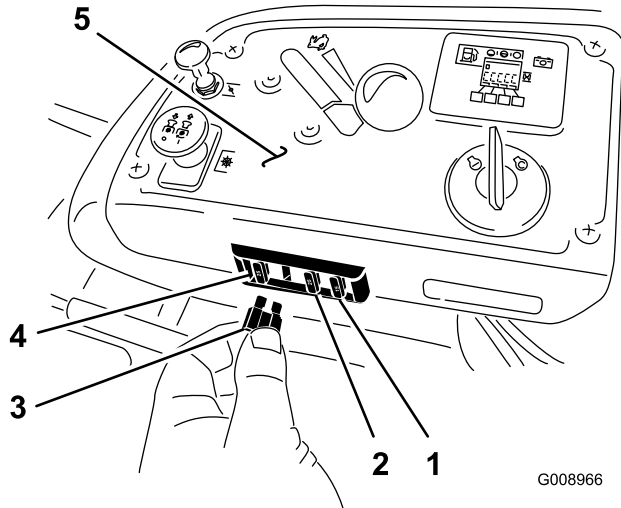

Figure 60
1. Les fusibles sont situés sur la console droite, près du siège (Figure 60).
3. Remplacez le fusible (Figure 60).